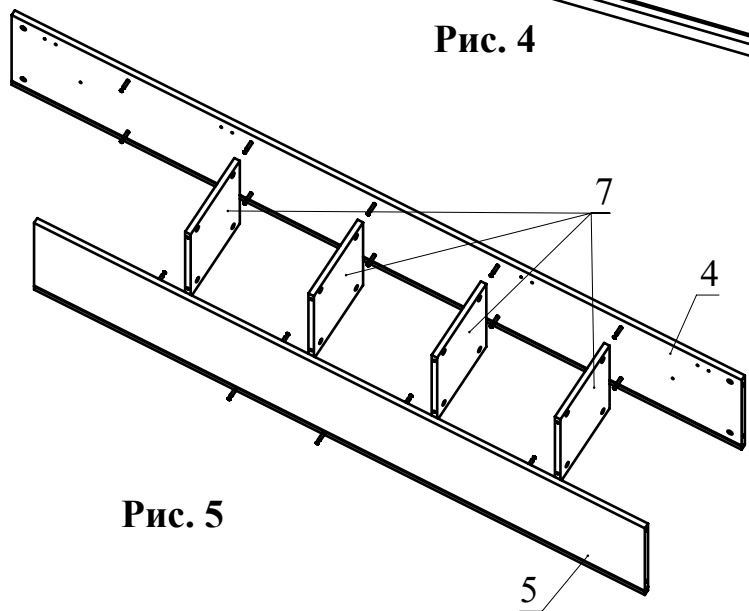

Рис. 5
5. Установите детали 7 (4шт.) между деталями 4 и 5 и зафиксируйте, затянув головки минификсов (Рис. 5).